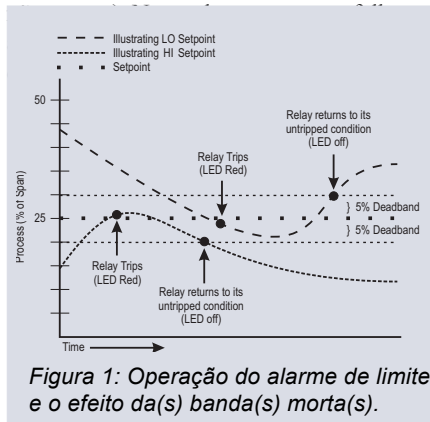

Figura 1: Operação do alarme de limite e o efeito da(s) banda(s) morta(s).
Os limites de alarme do G108 podem ser configurados para nível alto (HI) ou nível baixo (LO), e operação em modo seguro (failsafe) ou modo não-seguro (non-failsafe). Cada uma das referências possui a sua respectiva banda morta HI ou LO. Em uma condição de alarme em que a referência é ultrapassada, o LED vermelho apropriado acenderá. O Alarme será cancelado somente quando a variável de processo cair abaixo da banda morta HI ou subir acima da banda LO (veja Figura 1). Para a operação adequada da banda morta, a referência HI sempre deve ser definida acima da referência LO. Na operação em modo seguro, o relé é energizado quando o processo estiver abaixo da referência HI ou acima da referência LO (ocorre o oposto para a operação em modo